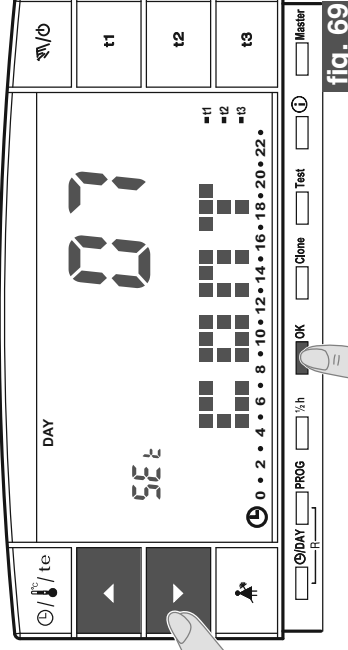
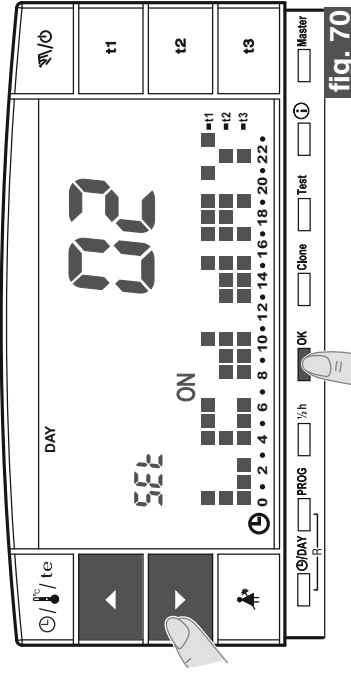
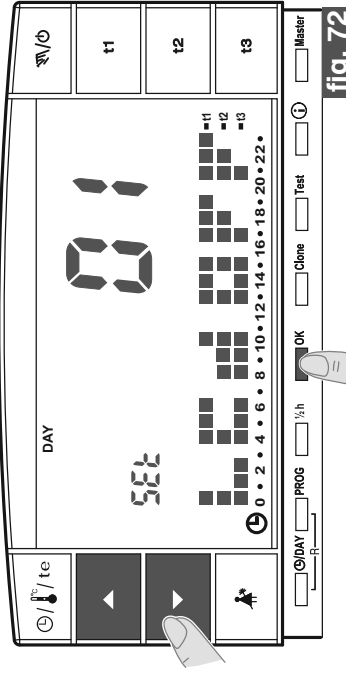

fig. 69
fig. 70
fig. 72
- Modificar el valor de contraste seleccionado utilizando las teclas   ; a cada impulso se corresponde una variación de 1 punto (ejemplo fig. 69).
- Desde la pantalla de visualización del contraste de la pantalla (ejemplo fig. 69) pulsar las teclas ▲ ▼ para visualizar el nivel "02" LCD dAY (ejemplo fig. 70).
- Desde la pantalla de visualización del contraste de la pantalla (ejemplo fig. 69) pulsar las teclas ▲ ▼ para visualizar el nivel "01" LCD OFF (ejemplo fig. 72).